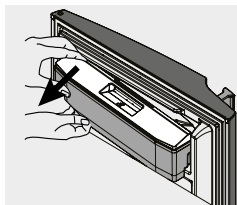

Figura 40
- Retire la tapa del tanque en dirección hacia arriba (figura 40).